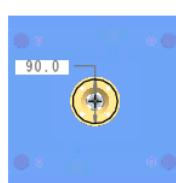

图 31.58 截面草图
Step3. 绘制截面草图。绘制图 31.58 所示的截面草图（一个圆），完成截面的绘制后，单击“草绘”操控板中的“确定”按钮 。